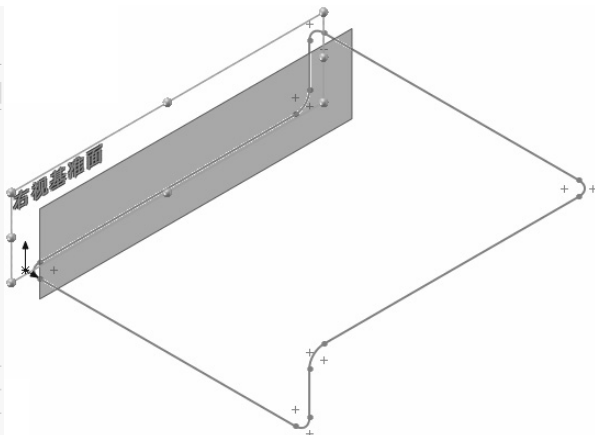

图 3-51 “基准面”属性管理器
5) 基准面设置。单击“特征”控制面板“参考几何体”下拉列表中的 (基准面) 按钮, 或执行“插入”→“参考几何体”→“基准面”菜单命令, 弹出“基准面”属性管理器, 第一参考选择“右视基准面”, 并输入距离值为“20”, 如图 3-51 所示。